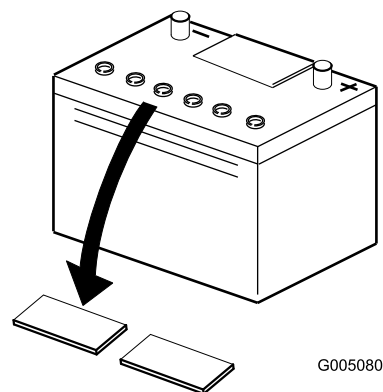

Figura 6
2. Limpe a parte superior da bateria e retire as proteções das aberturas de ventilação (Figura 6).